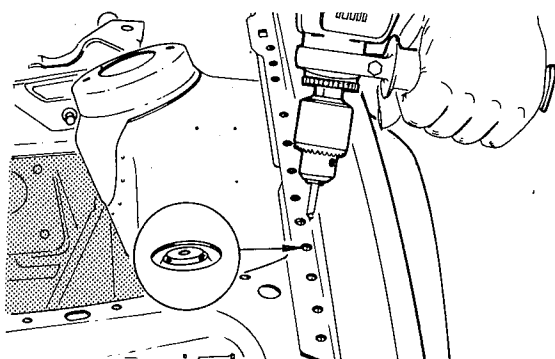

fig. 66
5. A remoção do pára-lama poderá se dar, também, removendo-se os pontos de solda com o auxílio de fresa apropriada, montada em uma furadeira (fig. 66).